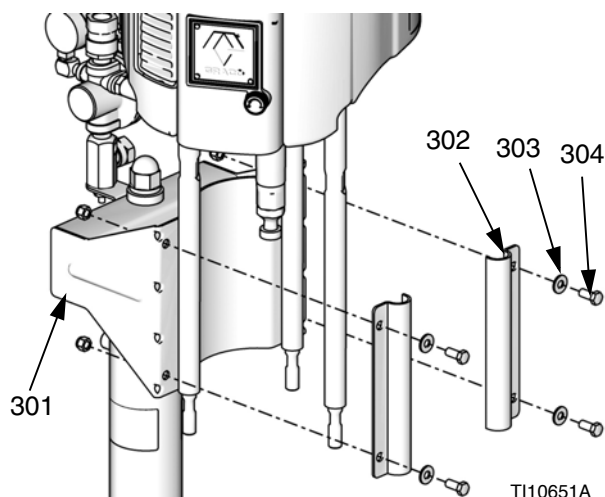

Рис. 27
1. Выровняйте и вставьте соединительные тяги в поршневой насос. См. Рис. 27.
3. Установите узел насоса вплотную к опорной части (301) таким образом, чтобы зажимы (302) были помещены на соединительные тяги.